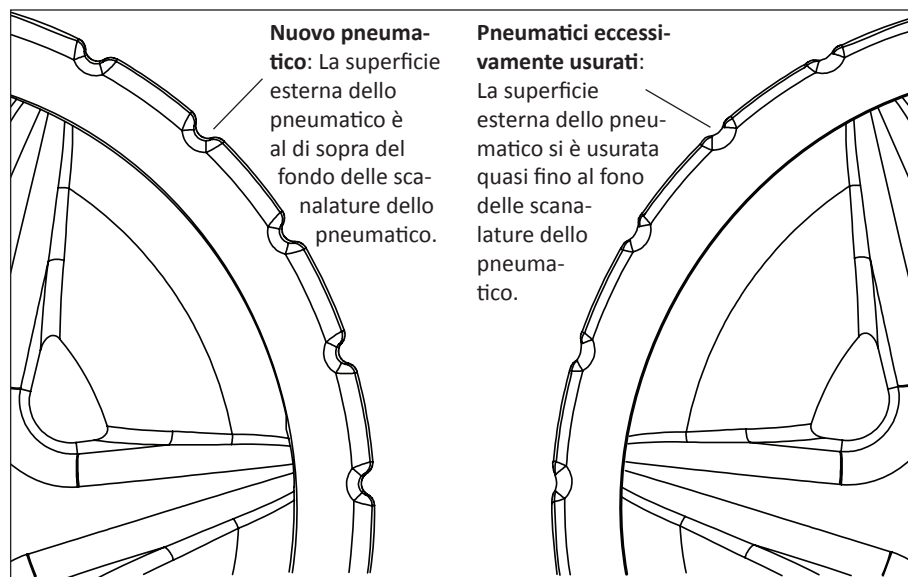

Figura 18: Confronto usura pneumatici
- Gli pneumatici non siano eccessivamente usurati. Vedi **figura 18** alla pagina successiva.
Dopo un utilizzo prolungato potrebbe essere necessario sostituire le ruote in gomma dei pulitori per piscine lato aspirazione S5™. Quando la superficie degli pneumatici si è usurata nelle scanalature dello pneumatico, è necessaria una sostituzione. Vedere figura 18.